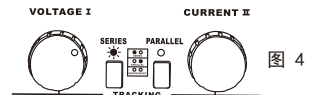

图 4
1. 短按 **SERIES** 按键,按键灯亮起,此时电源设定在串联追踪模式。图4所示